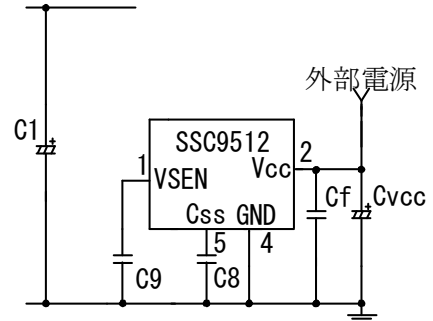

図 7-6 ブラウンイン/ブラウンアウト機能を使用しない場合
- 図 7-6 の回路は、 $V_{CC(ON)} = 11.8V(TYP)$ 後、内部回路により、VSEN 端子電圧が $V_{SEN(ON)} = 1.42V(TYP)$ まで上昇する時間、次式(2)の概算値 t_{ST2} が、加算されます。ブラウンイン/ブラウンアウト機能を使用しない場合は、“7.8 ブラウンイン/ブラウンアウト機能”項を参照。